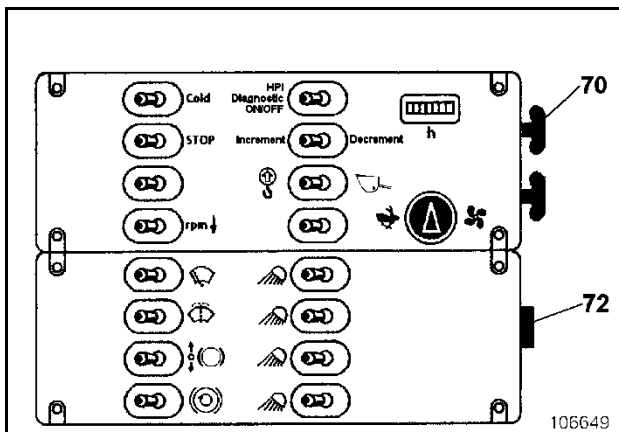

Fig. 2-42 :
- Tourner le bouton de contrôle du régime moteur (70, Fig. 2-42 :) en sens inverse d'horloge jusqu'à la butée d'arrêt (ralenti).
- Tourner la clé dans le contacteur (72) en position "0" (circuit électrique hors tension).